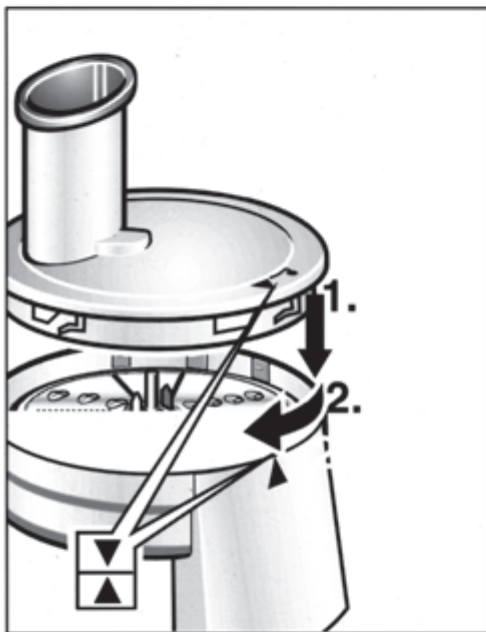

Figura 11
3. Coloque la cubierta sobre la carcasa y gírela en sentido antihorario hasta que la cubierta se ubique en su lugar, trabándose y las flechas estén alineadas (ver figura 11).